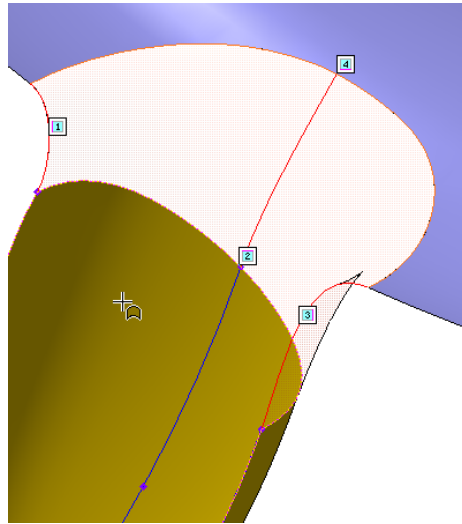

Рисунок 67
- Укажите поверхность Рукоятки — смежную поверхность для задания условия сопряжения вдоль текущей границы (рис.67).